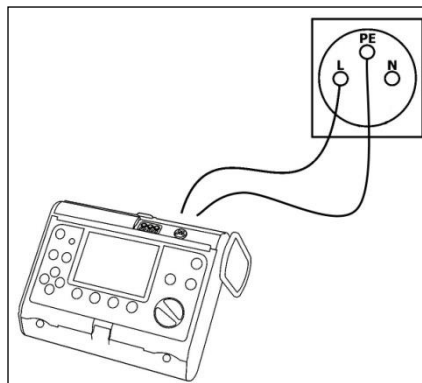

Рис.19. Подключение прибора.
- подключить провода измерителя к гнезду стенда, как показано на Рис.19;